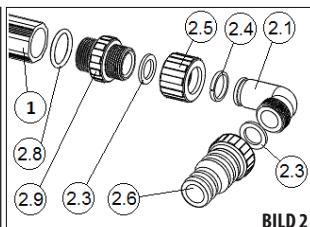

BILD 2
- 1) Montera solfångaren. Skruva fast övergångsrören (2.9) med sina O-ringar i silikon (2.8) på solfångarens rör. VI REKOMMENDERAR ATT ETT TUNT LÄGER SMÖRMÅDEL STRYKS PÅ SOLFÅNGARRÖRENS FRÄMRE TÄTNINGSYTA(1) FÖR ATT PÅ SÄTT UNDVIKA EVENTUELLA LÄCKAGE. Skruva fast slanghullar på övergångarna (**BILD 2**) och pluggar (**BILD 3**). I ett av solfångarrören finns en bussning, i det röret skall slanghullar användas, på det andra röret monteras pluggar.